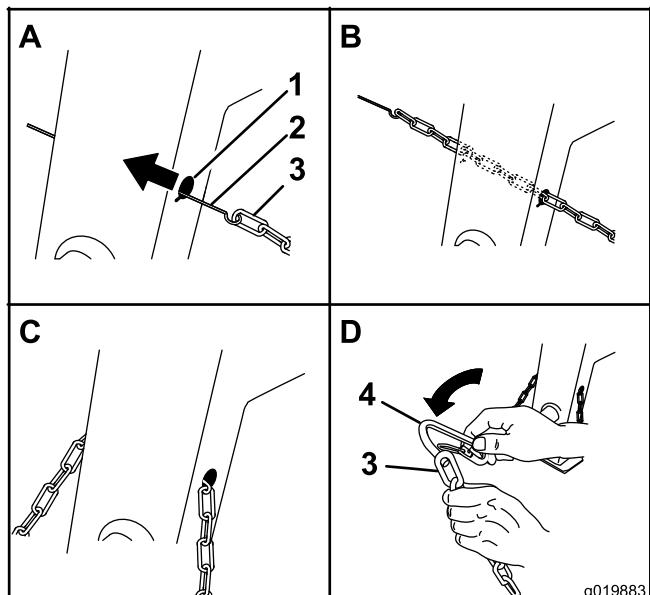

Figura 5
- Enganche la cadena de seguridad a la varilla o al alambre (Figura 5).